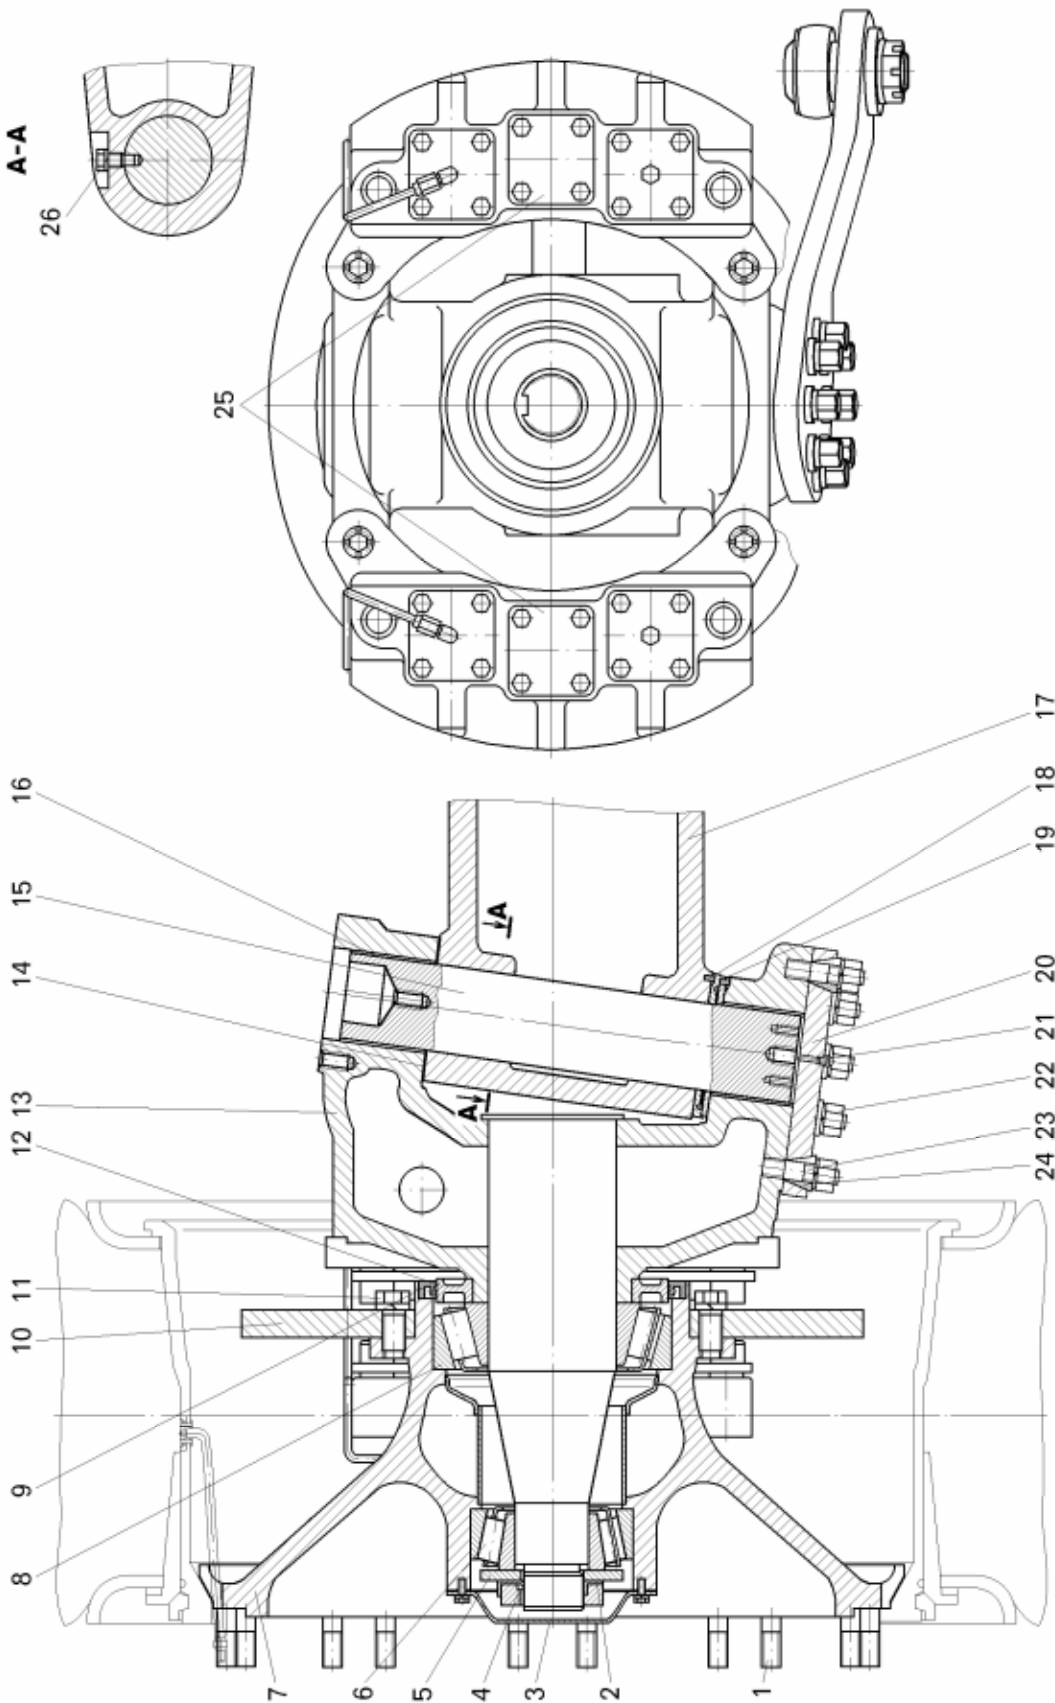

Рисунок 10.1 – Передняя ось:
Поворотный кулак 13 (рисунок 10.1) соединен с балкой 17 шкворнем 15, который закреплен в проушине балки неподвижно с помощью стопорного болта 26. Поворотный кулак поворачивается на шкворне на двух свертных втулках 16, запрессованных в верхнюю и нижнюю проушины кулака.
- снять два корпуса тормоза 25 (смотри рисунок 10.1) (порядок снятия корпуса тормоза смотри в разделе «Тормозные системы»);
- отвернуть гайки 22 (смотри рисунок 10.1) и снять левый 20 и правый рычаги рулевой трапеции;
– напрессовать крышку 12 (смотри рисунок 10.1) внутреннего подшипника ступицы на цапфу поворотного кулака до упора ее в торец поворотного кулака (щуп 0,05 мм не должен проходить между торцом поворотного кулака и торцом крышки);
- установить к торцу наружного подшипника замковую 5 (смотри рисунок 10.1) и стопорную 2 шайбы и затянуть гайку 4 подшипников моментом 220 – 320 Н.м;